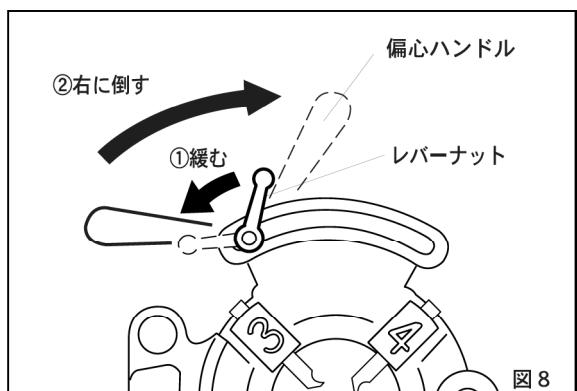

図 8
#### ■チーザの取外しかた (図 8)
- ①偏心ハンドルを図8矢印①の方向に倒して、レバーナットをゆるめ、偏心ハンドル部を左端一ぱいの位置までよせてください。これで3番と4番のチーザが取外せます。
- ②次にダイヘッドを起すと1番と2番のチーザが取外せます。
- ①ダイヘッドに書いてある番号にチーザの番号を合わせ、チーザノッチにはまりこむまで差し込んでください。
- ②次に偏心ハンドルを図8矢印②の方向に倒すと、チーザがダイヘッドの中心に向かって入ります。